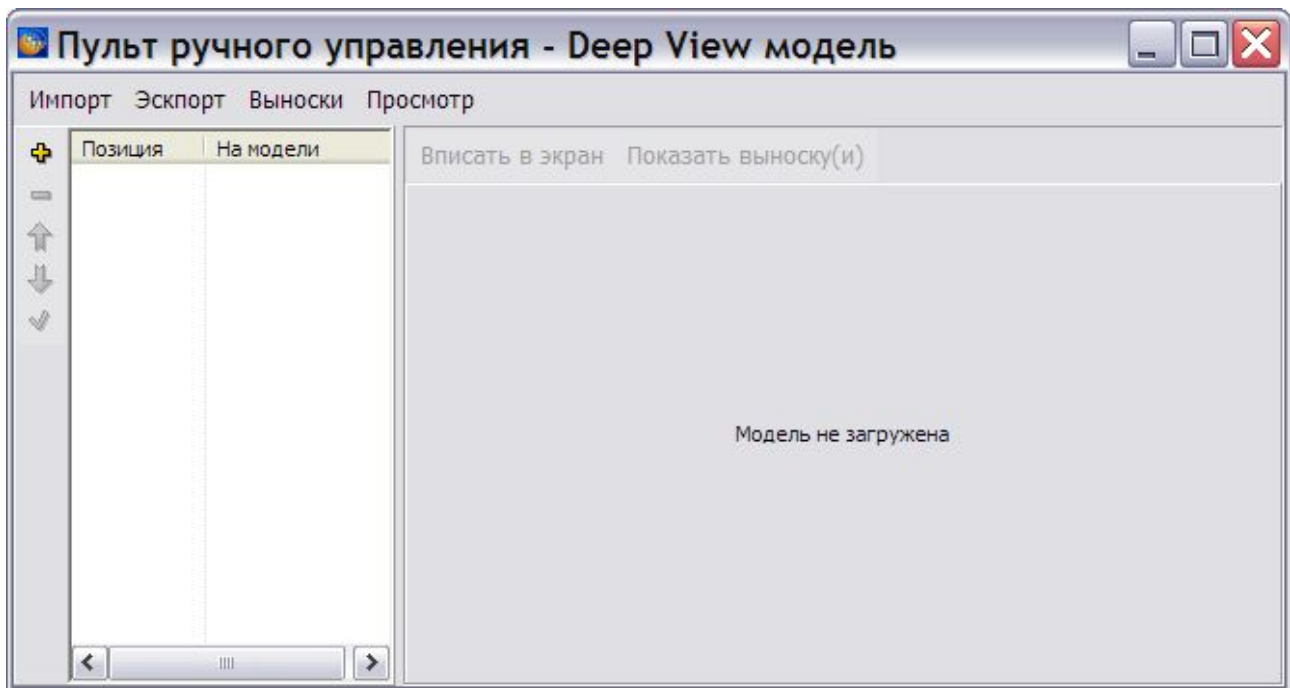

Рис. 4.55
4. Нажмите на кнопку **Применить**. При этом откроется окно для загрузки 3D DeepView модели (Рис. 4.55).